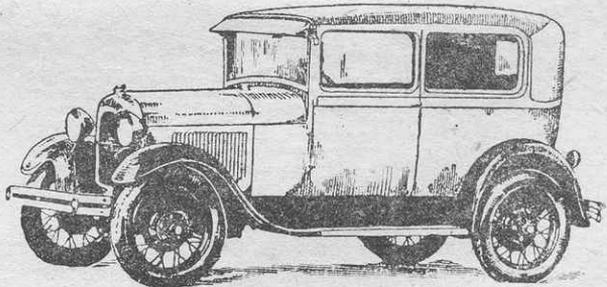

Рис. 1. Автомобиль «Форд-А»
**Общее описание** (рис. 1). Автомобиль «Форд-А» представляет собой легковую четырехместную машину, выпускаемую в настоящее время Нижегородским автозаводом. На автомобиле установлен четырехтактный, четырехцилиндровый двигатель, развивающий при 2200 об/мин. мощность в 40 л. с.